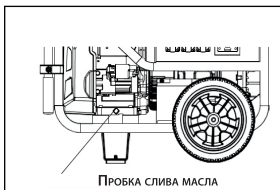

рис.16
- Найдите месторасположение маслоливной пробки (рис.16).